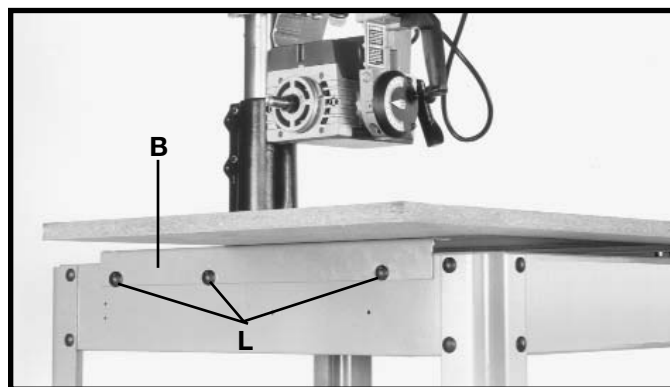

Fig. 18
4. Afiance los soportes de mesa, uno de los cuales aparece en (B) Fig. 18, a cada lado de la base de la sierra utilizando para ello seis tornillos de carrocería de 5/16-18 x 5/8 pulg. de largo (K) y seis tuercas hexagonales con pestaña (L). No apriete las tuercas completamente en este momento. **IMPORTANTE: Tornillos del relleno a través de ayudas de la tabla y base de la sierra del exterior.**